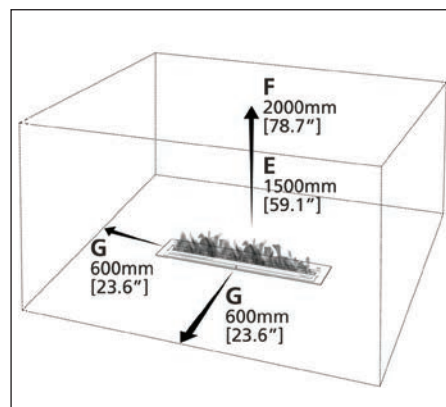

Fig. 4
B. POSICIÓN DEL QUEMADO "SIN INTEGRAR EN UNA CHIMENEA O PARRILLA" (Fig. 4)